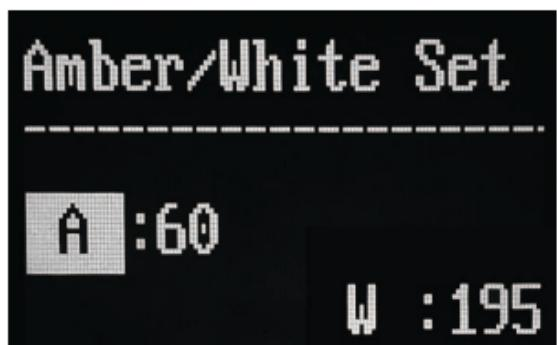

Рис.4
**AV Dimming** – вызывает окно непосредственной раздельной регулировки интенсивности каждой из групп светодиодов (A/W) вида (Рис. 4). Выбор группы – вращением валкодера **CCT**, настройка значения – вращением **INTENSITY**.